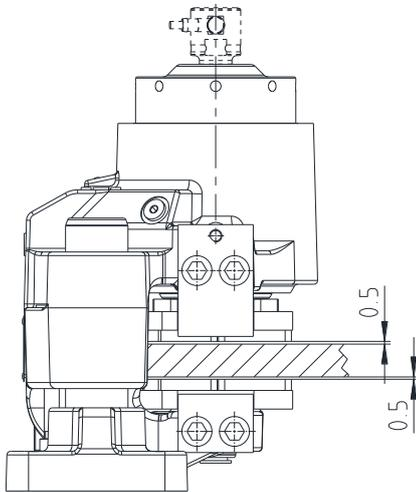

Bild 24: Einstellung Spalt
- Stellen Sie den Spalt zwischen Bremsscheibe und Bremsbelag auf 0,5 mm (siehe Bild 24) ein, indem Sie den Bolzen (Bauteil 5.1) in Richtung nach oben oder unten schrauben.